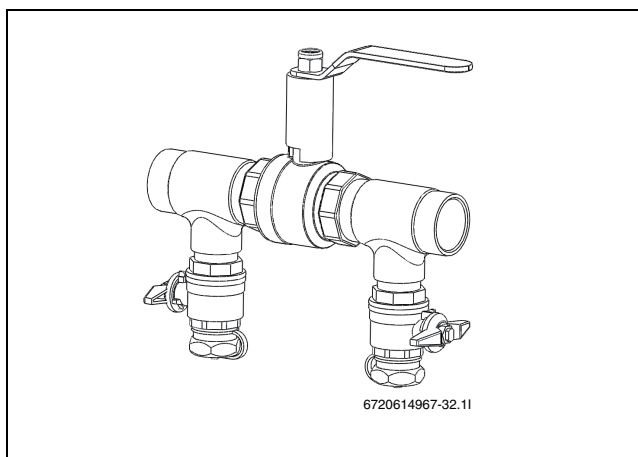

Fig. 18 Dispositivo di riempimento in posizione normale
- Posizionare le valvole del dispositivo di riempimento in posizione normale (→ fig. 18) e spegnere la pompa della stazione di carico e sfiato automatico.